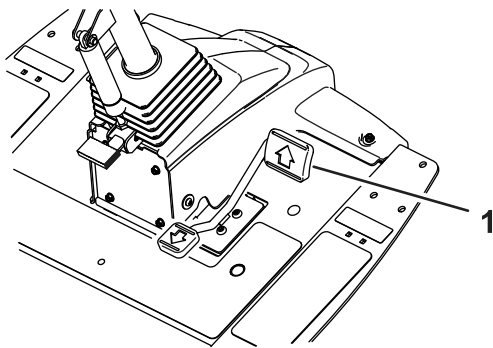
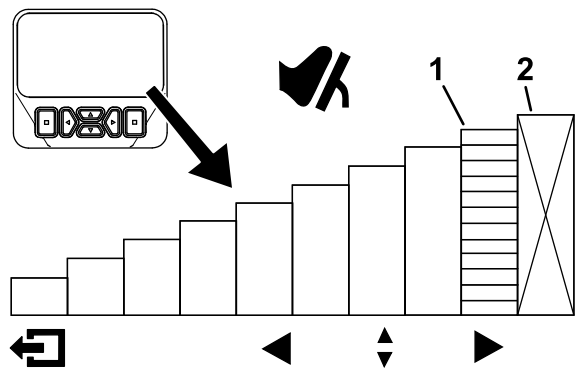

Figure 28
Figure 29
Pour régler temporairement la vitesse maximale de la machine, poussez la pédale de déplacement complètement en avant (Figure 28). Vous pouvez régler une vitesse séparée pour le mode Tonte et le mode Transport (Figure 29).
- Pour accéder à cette fonction, appuyez sur le bouton de navigation vers le haut ou le bas dans l'écran principal (Figure 29).